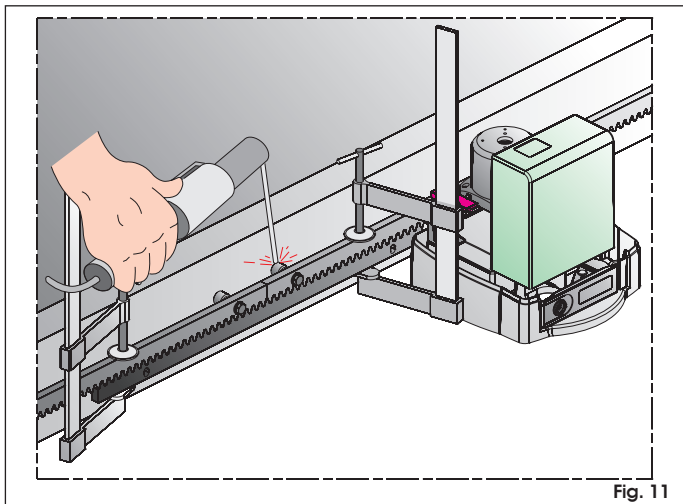

Fig. 11
8. Placer un autre élément de la crémaillère à côté du dernier élément fixé en utilisant un morceau de crémaillère pour mettre en phase la denture des deux éléments (fig. 11).
9. Faire coulisser manuellement le vantail vers la fermeture jusqu'au niveau du pignon avec la troisième entretoise de l'élément à fixer (fig. 11).